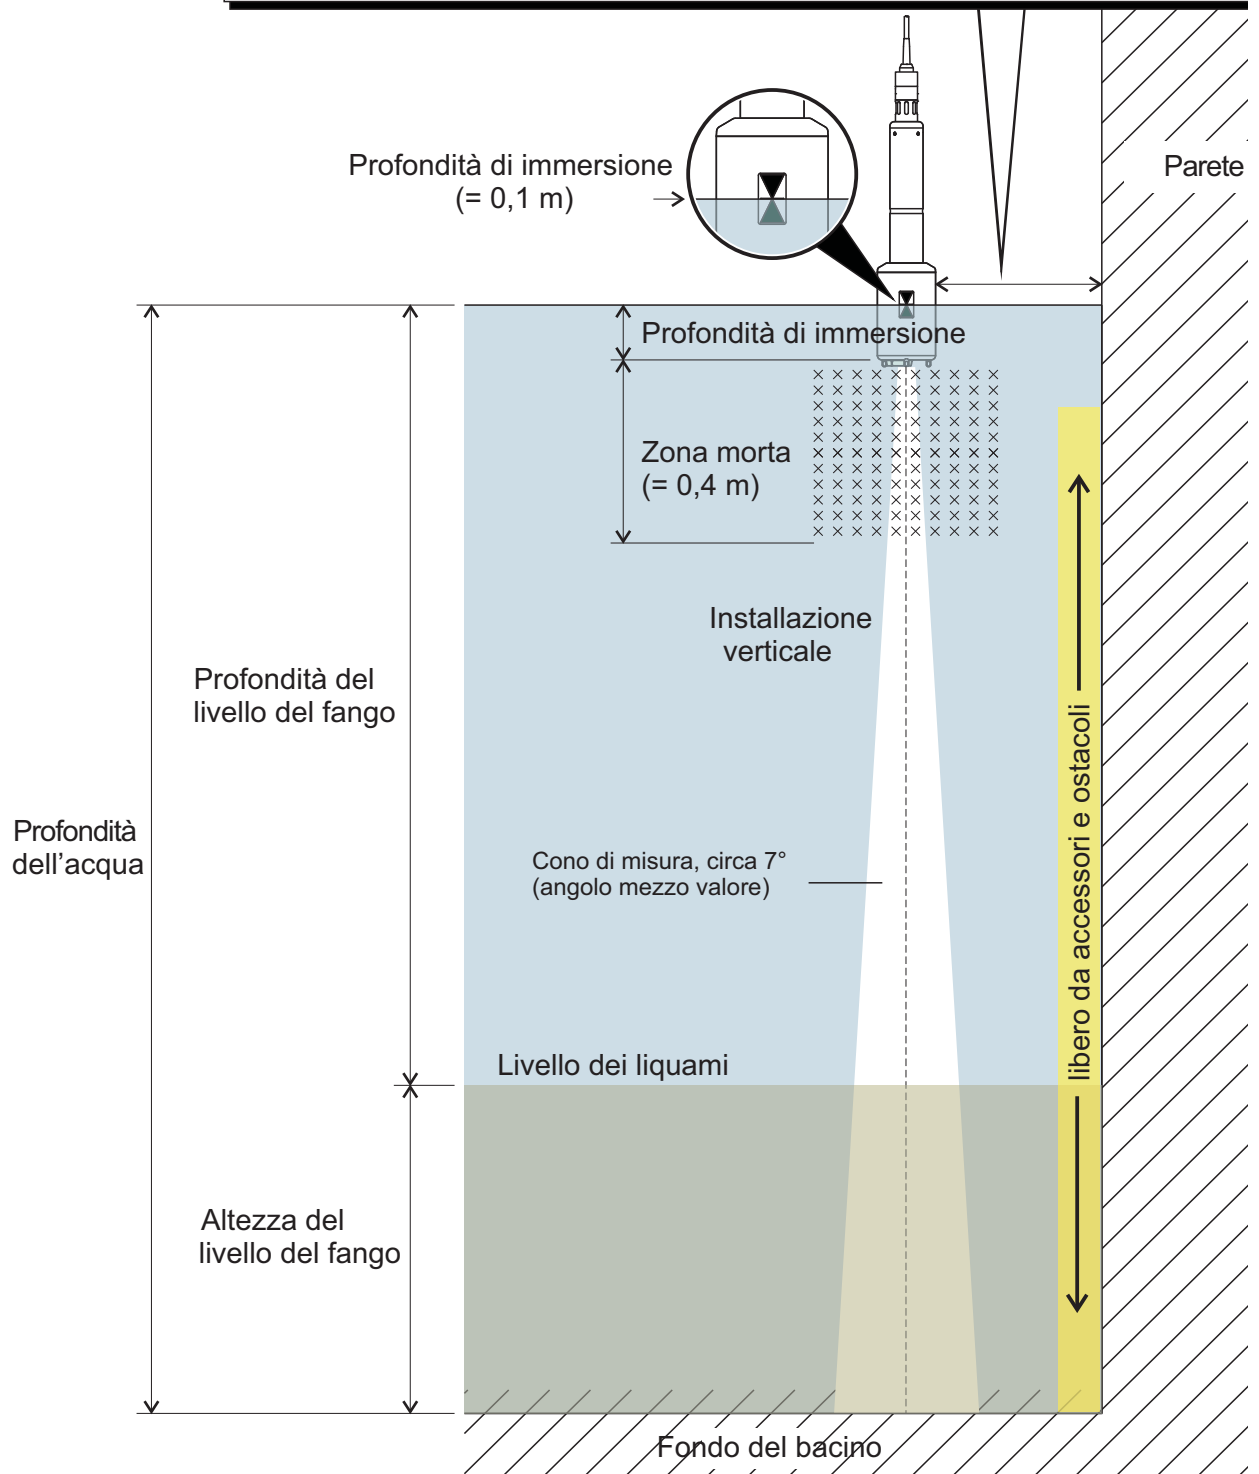

Fig. 3-1 Ambiente di installazione ottimale
- Distanza sufficiente dalla parete del bacino (per la distanza minima vedere la formula nella Fig. 3-1).